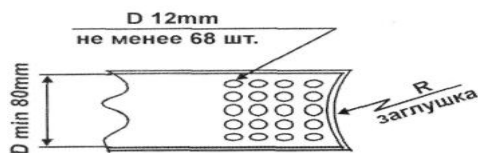

Рис. 24.2.
3.2. Условия исполнения элементов конструкции для трубы типа "FE" (Рис.24.2.):